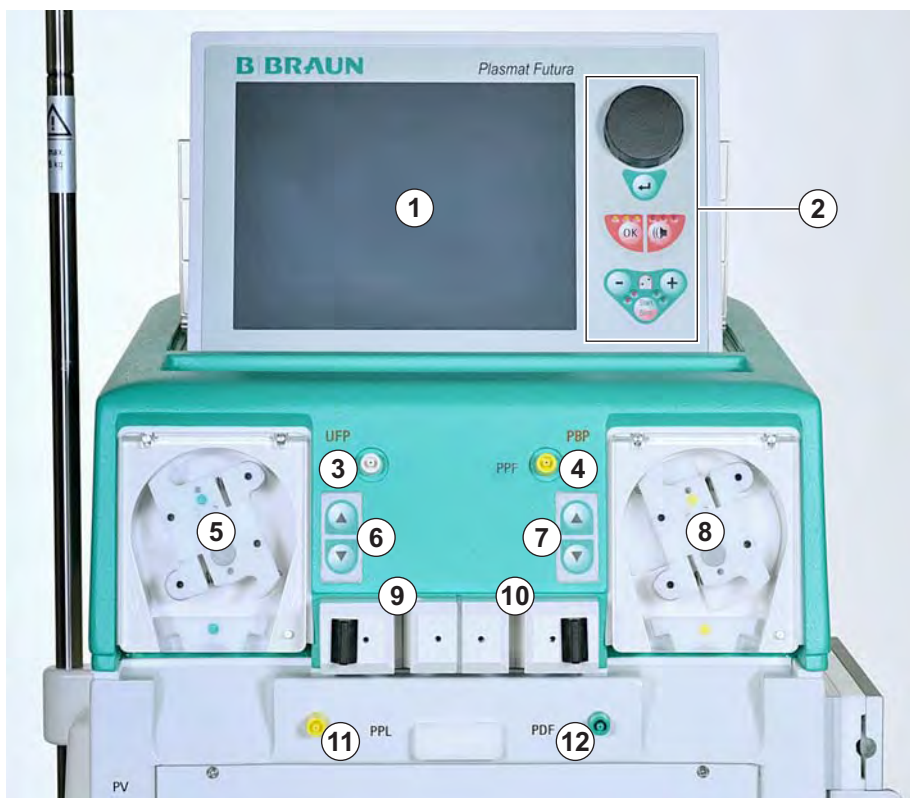
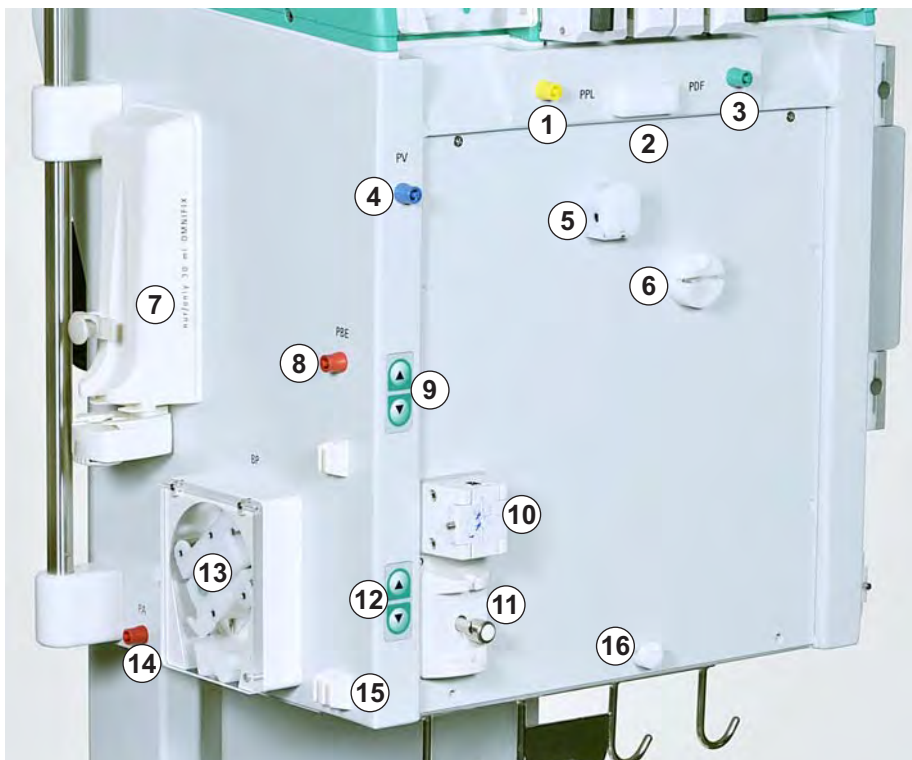

Рис. 3-4 Верхний модуль
Рис. 3-5 Центральный модуль, вид спереди-слева
Кнопки регулирования уровня расположены в передней части верхнего модуля (см. Рис. 3-4 Верхний модуль (35)) в передней части центрального модуля (см. Рис. 3-5 Центральный модуль, вид спереди-слева (36)).